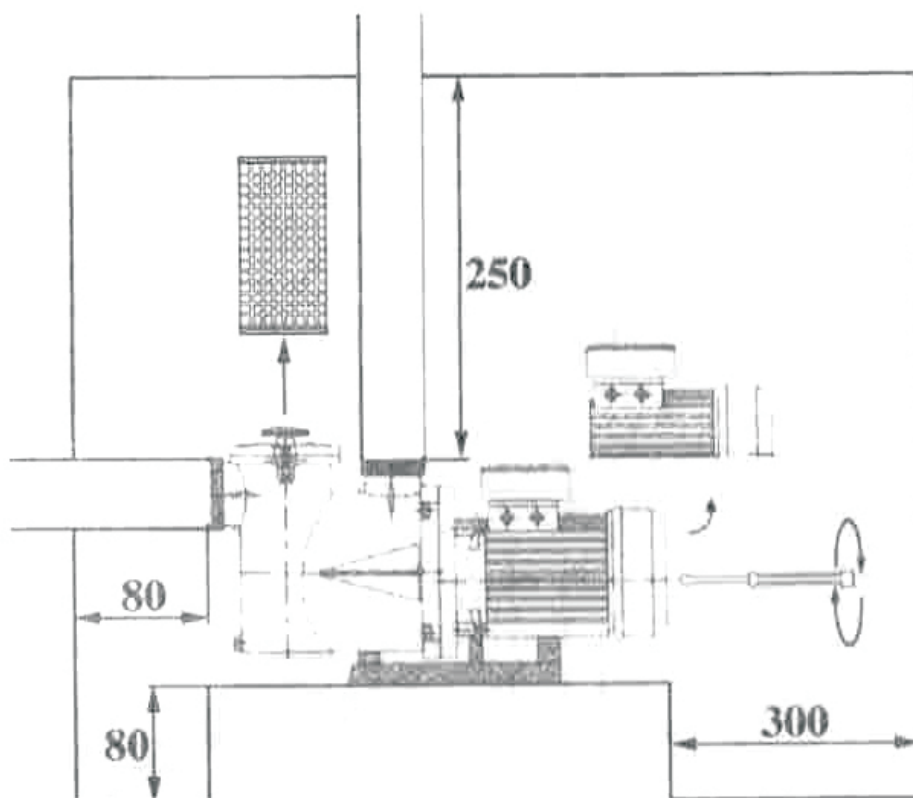

рис. 1
Убедитесь, что вал двигателя свободно вращается; запрещается запускать насос при заблокированном двигателе. Для ручного запуска с помощью отвертки, на конце вала со стороны вентилятора имеется паз (рис. 1 страница 37). В трехфазных двигателях, работающих в обратном направлении крыльчатка (13) может открутиться. Обратное вращение может стать причиной механических повреждений. Запустите двигатель на несколько секунд и убедитесь, что направление вращения совпадает с направлением обозначенным стрелкой на крышке вентилятора. В противном случае свяжитесь с монтажником (смените фазы).